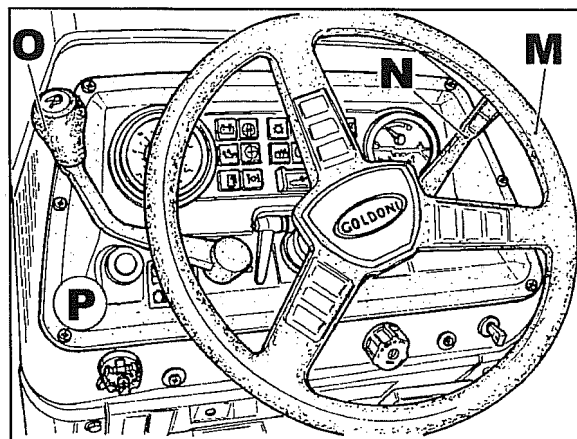

Abb. 8
- 12 Das Lenkrad **M** Abb. 8, den Handgashebel **N**, den Gruppen- und Wendeschalthebel **O** entfernen und danach das Armaturenbrett **P** herausnehmen.